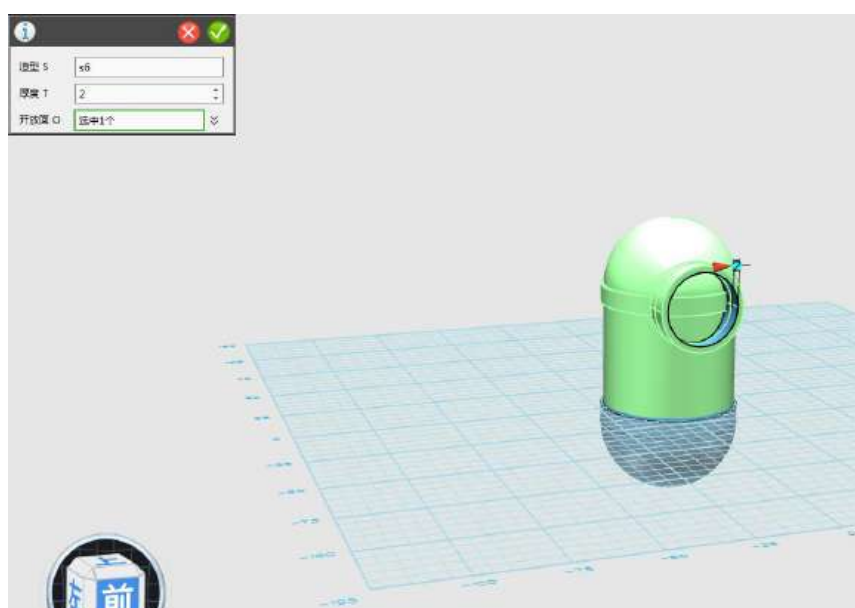

图 1-9
Step 9 点击前视图，选择抽壳命令，对圆柱体进行抽壳，抽壳厚度为 2，开放面为正面，如下图 1-9 所示：